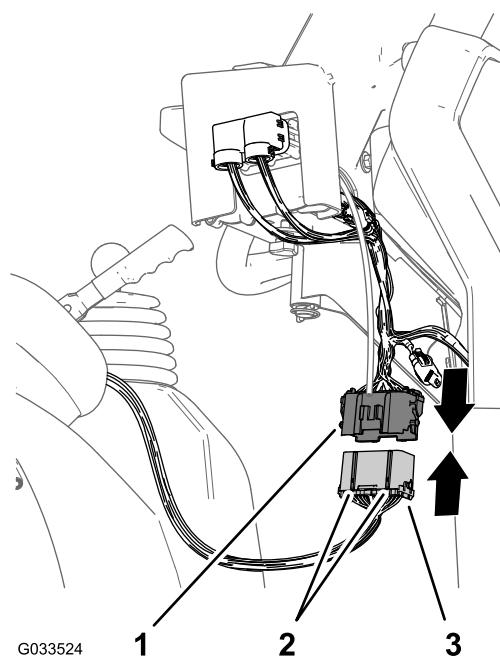

Figure 23
1. Alignez les 2 détrompeurs du connecteur à 38 broches du faisceau arrière du pulvérisateur et les 2 détrompeurs du connecteur à 38 douilles du faisceau avant connecté à la console de commande (Figure 23).
2. Branchez le connecteur du faisceau arrière sur le connecteur du faisceau avant jusqu'à ce que les verrous des connecteurs s'enclenchent solidement ensemble (Figure 23).